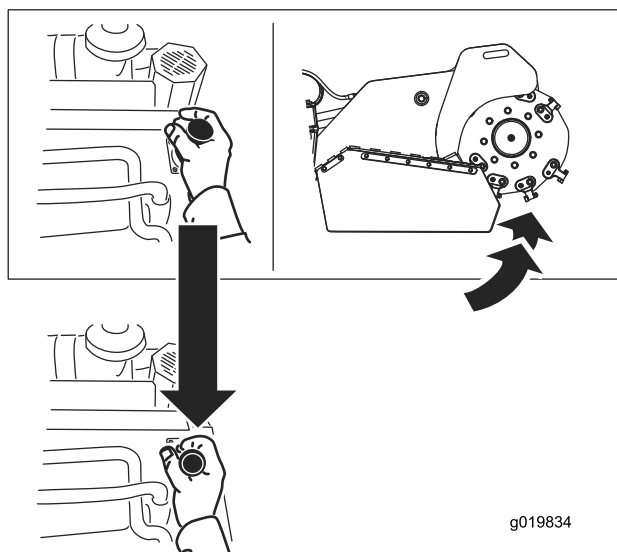

Figura 13
- Para levantar o triturador, puxe a alavanca para trás (Figura 13).